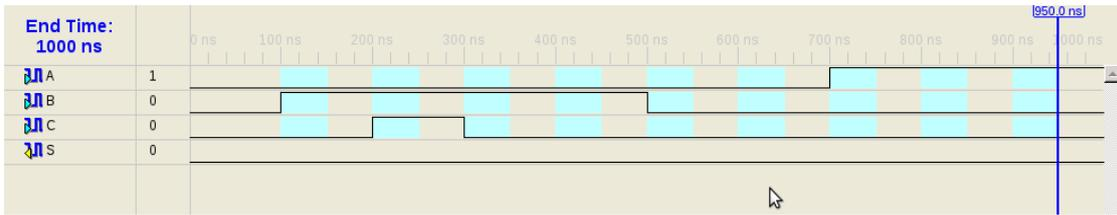

Figura 11 - Edição do ficheiro de estímulos para o circuito teste .sch.
- 5 O ficheiro “*Test Bench Waveform*” consiste na definição das entradas do circuito ao longo do tempo. Seguindo o exemplo da Figura 11 pressione nas marcas a azul de forma a alterar a forma dos sinais de entrada. **Grave o ficheiro de estímulos.**